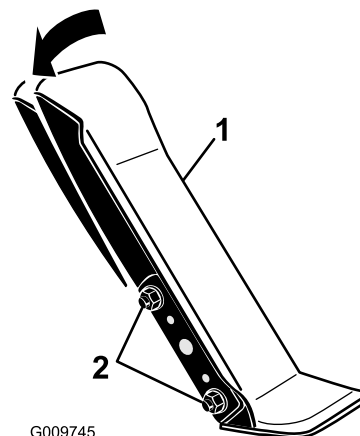

Figure 66
1. Desserrez les 2 écrous et boulons qui fixent le côté gauche de la pédale de déplacement au support (Figure 66).
2. Faites pivoter la pédale à l'angle voulu puis serrez les écrous (Figure 66).